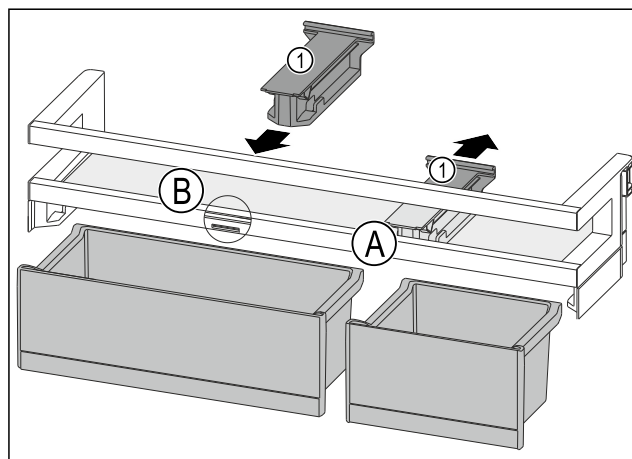

Fig. 80
- ▶ Снимите крепление Fig. 80 (1) в позиции Fig. 80 (A), отодвинув его назад.
- ▶ Установите крепление Fig. 80 (1) в позиции Fig. 80 (B).